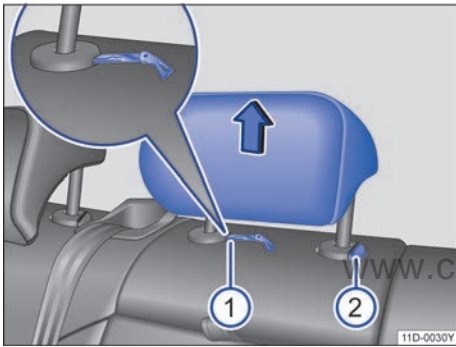

图 67 拆卸和安装后排头枕
- 将打开的轿车钥匙头或螺丝刀插入护套的槽内 → 图 67①。
- 同时按压按钮②，另一人将头枕完全拔出。